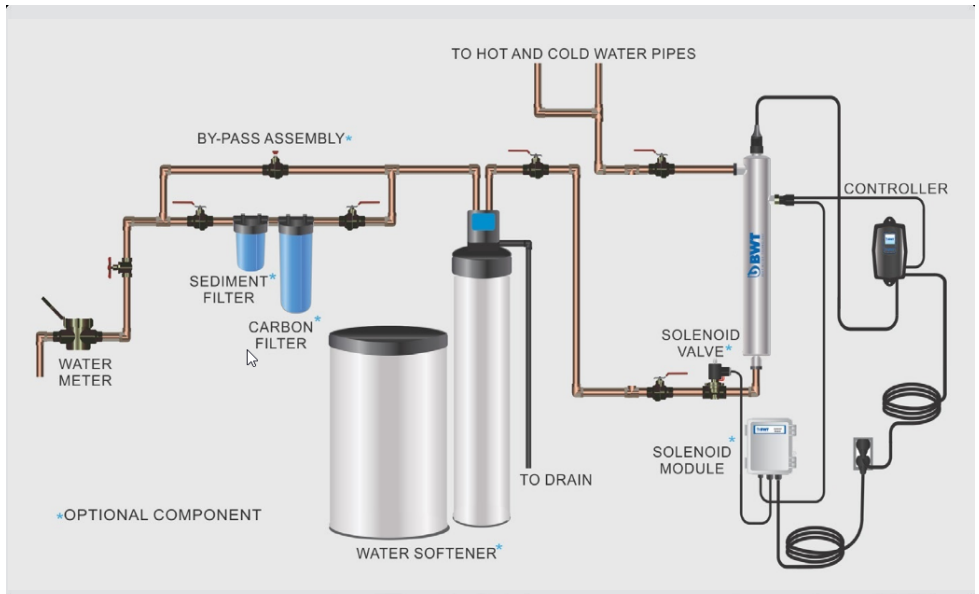

Abb. 1: Montageempfehlung für die UV-Anlage BWT Bewades Blue (für POE)
Für **POE-Anlagen (Point of Entry)** ist ein Ort zu wählen, an dem die Hauptleitung für Kaltwasser zugänglich ist. Das System muss nach den weiteren Komponenten zur Wasseraufbereitung (Enthärtungsvorrichtungen oder Filtern), aber vor möglichen Abzweigungen installiert werden (siehe Abb. 1).
- 10: Die Steuereinheit neben oder über dem Reaktor an der Wand anbringen. So stellen Sie sicher, dass sich keine Feuchtigkeit auf den Anschlüssen ansammeln kann (siehe Abb. 1). Die Steuereinheit immer vertikal montieren. Bei überwachten Systemen den Sensorstecker in den IEP-Port an der rechten Seite der Steuereinheit einstecken (siehe Abb. 6). Der Sensor wird erst dann von der Steuereinheit erkannt, wenn die Stromzufuhr der Steuereinheit zuletzt verbunden wird. Das Netzkabel der Steuereinheit nicht vor dem letzten Schritt anschliessen.